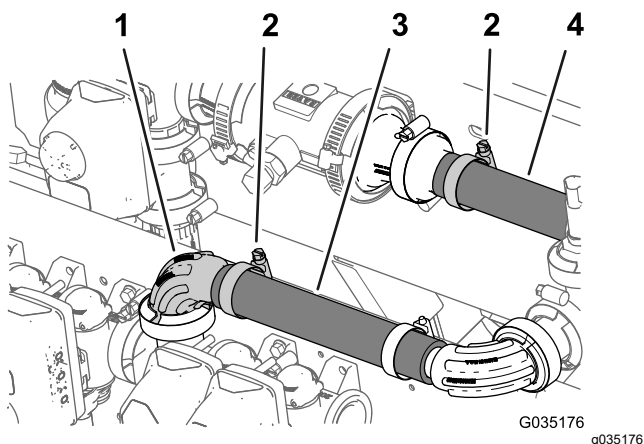

Рисунок 64
1. Установите шланг (1 x 8 1/2 дюйма) на прямоугольный фланцевый штуцер (1 дюйм), как показано на Рисунок 64.
2. Закрепите шланг на фланцевом штуцере шланговым хомутом (Рисунок 64).
3. Затяните шланговый хомут, который крепит шланг (1 x 7¼ дюйма) к фланцевому штуцеру типа «елочка» (1 дюйм), установленный при выполнении пункта Установка датчика давления на машину \(страница 32\); см. Рисунок 64.